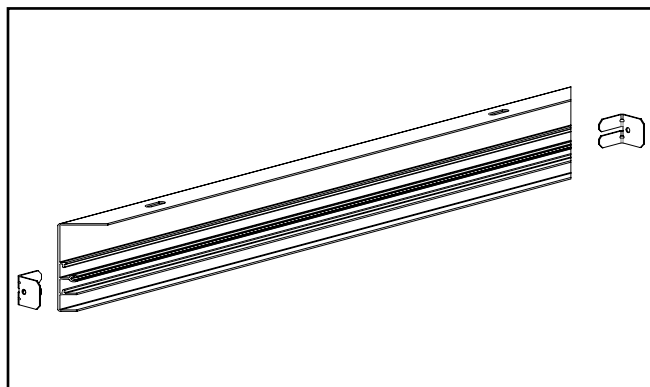

Figura 1.
1. Deslice dos (2) soportes en L en el canal del tornillo del marco. (Figura 1).